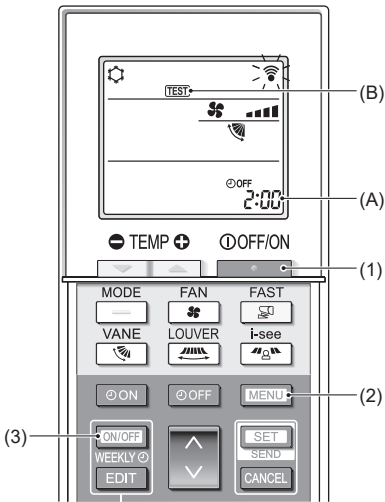

Fig. 7-5
7.2.2. Uso del comando a distanza senza filo (Fig. 7-5)
- Premere il pulsante (1) per arrestare il condizionatore d'aria.
- Se il timer settimanale è attivo (WEEKLY è acceso), premere il pulsante (3) per disattivarlo (WEEKLY è spento).
- Premere il pulsante (2) per 5 secondi.
- Premere il pulsante (2).
- TEST (B) si accende e l'unità entra in modalità di prova di funzionamento.